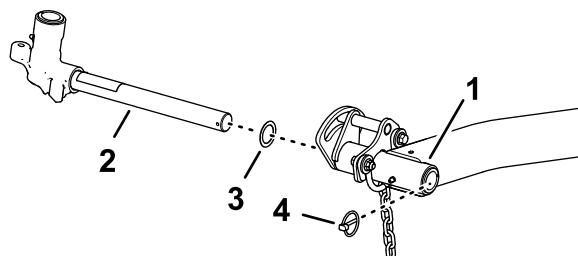

Bild 28
1. Nehmen Sie den Klappstecker und die Scheibe ab, mit denen die Gelenkwelle des Hubarms am Hubarm befestigt ist. Schieben Sie die Gelenkwelle des Hubarms aus dem Hubarm (Bild 28).